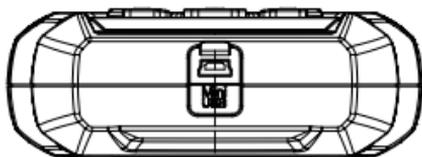

Figura 2.1.3
8. Porta Mini-USB: Esta porta é para você se conectar ao PC para transferir o relatório de diagnóstico ou teste de bateria. (Veja Figura 2.1.3)